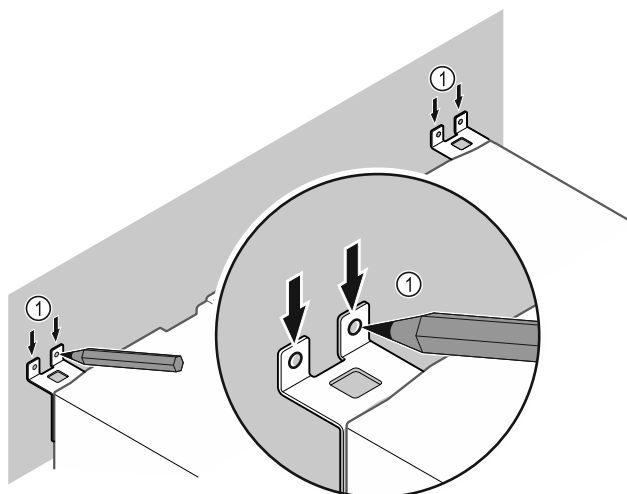

Fig. 9
► Na stezni narišite oznake Fig. 9 (1).